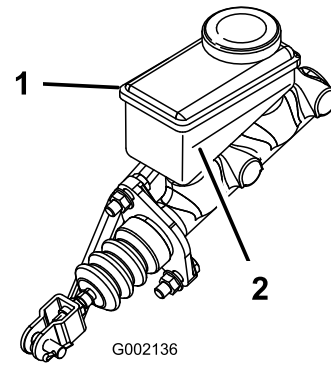

Figura 36
3. Examine a parte lateral do reservatório. O nível deverá encontrar-se acima da linha Mínima (Figura 36). Se o nível de fluido for baixo, limpe a zona em torno da tampa, retire-a, e encha o reservatório um pouco acima da linha Mínima. Não encha demasiado.